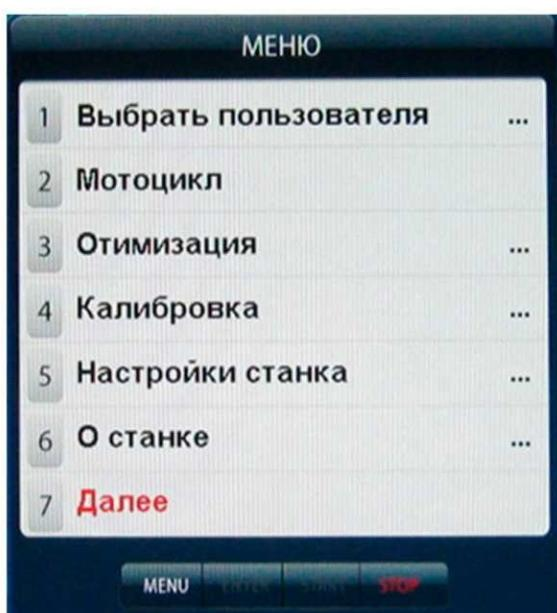
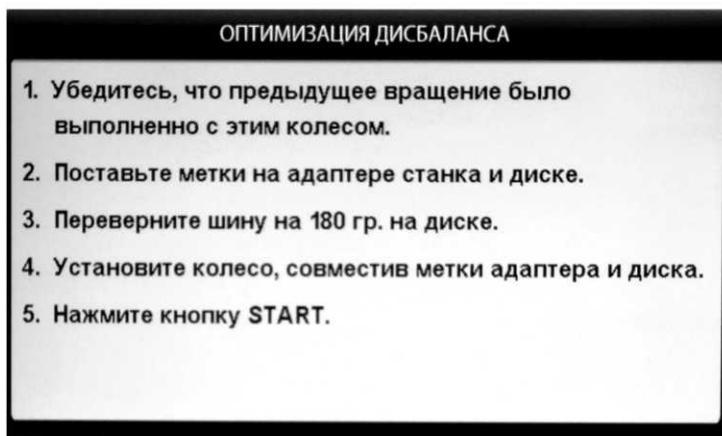
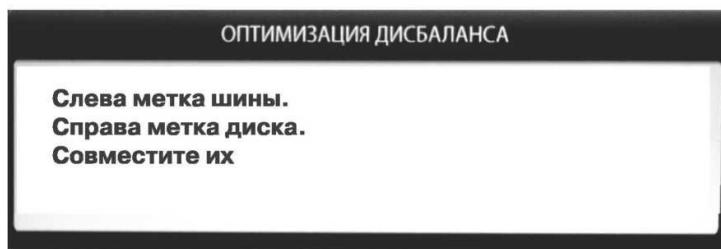
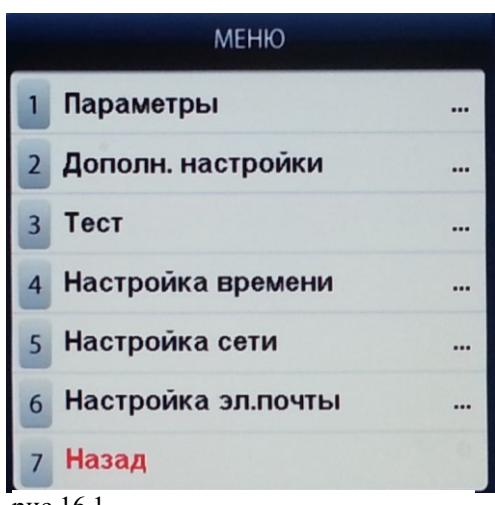

рис.15.1.
рис.15.2
рис.15.3
рис.16.1
15.2. Для входа в программу «Opt» нажмите кнопку «MENU» после чего на экране монитора появится окно (рис.15.1). Далее выбрать программу «Отимизация», нажав кнопку 3, после чего на экране монитора появится окно (рис.15.2). Далее выполните операции согласно указаниям в окне (рис.15.2).
15.3. После выполнения п.5 в окне (рис.15.2) на экране монитора появится окно (рис.15.3), а на индикаторах 1 отобразится величина статического дисбаланса колеса, а на индикаторах 4 - величина дисбаланса колеса, которую можно получить после завершения программы «Opt». Поставьте метки нашине и диске согласно указаниям в окне (рис.15.3).
16.2.1. Нажмите кнопку «MENU». На экране появится окно MENU (рис.15.1), нажмите кнопку 7 «Далее» на экране появится окно второй страницы MENU (рис.16.1). Выберите «Дополн. настройки», нажав кнопку 2, на экране откроется окно «Настройки станка» (рис.16.2). Нажмите кнопку 1 «Имена операторов» на экране откроется окно «Выбрать пользователя» со списком операторов, (рис.16.3).
Программное обеспечение СБ содержит целый ряд параметров, позволяющих максимально приспособить СБ к потребностям потребителя. Для настройки параметров нажмите кнопку «MENU» на экране монитора появится окно MENU (рис.15.1). Нажмите кнопку 5 «Настройки станка» на мониторе появится окно настроек (рис.17.1).
18.1. Балансировочный станок, при подключении к сети Интернет, позволяет отправлять письмо на электронную почту с информацией о работе станка. Для этого необходимо подключить станок кабелем Ethernet категории 5е длиной не более 75 м. Разъем Ethernet находится на задней стенке станка. Необходимо выполнить настройки времени, сети, и электронной почты. Для этого нажмите кнопку «MENU». На экране появится окно MENU (рис.15.1), нажмите кнопку 7 «Далее» на экране появится окно второй страницы MENU (рис.16.1) после чего выберете соответствующий пункт меню.